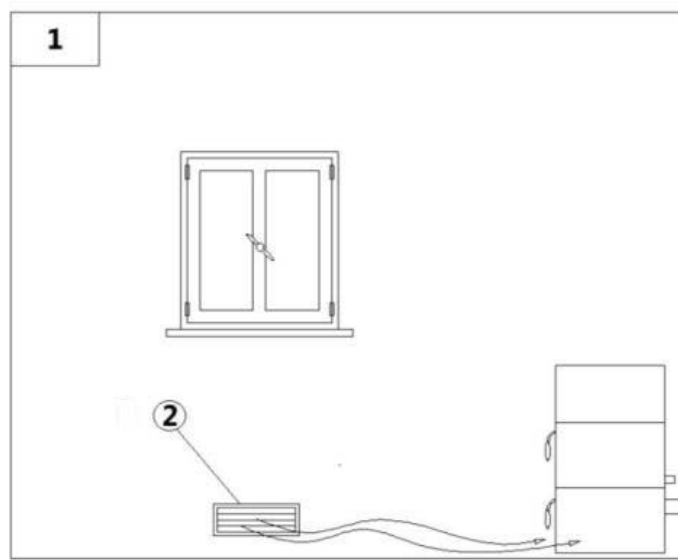

Fig. 10 - Άμεση Ροή Αέρα
LEGEND	Fig. 10
- Η ροή του αέρα μεταξύ εξωτερικού και εσωτερικού του δωματίου μπορεί να είναι άμεση, μέσα από ένα άνοιγμα στο εξωτερικό τοίχο του δωματίου (βλέπε Fig. 10).